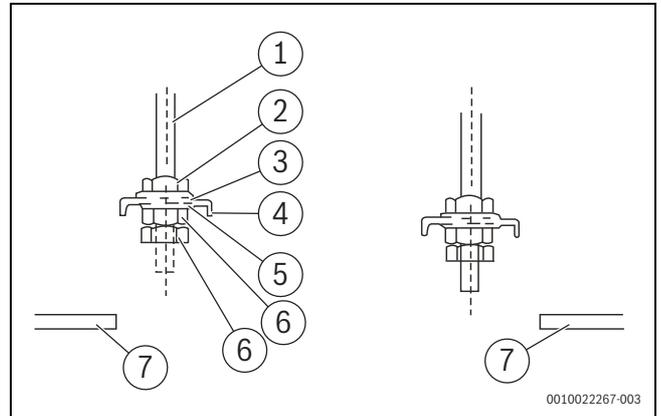

Рис. 13
5. Отрегулируйте положение гаек. Размер зазора между шайбой (нижней части) и потолком определяется фактической конструкцией потолка (→ рисунок 13).